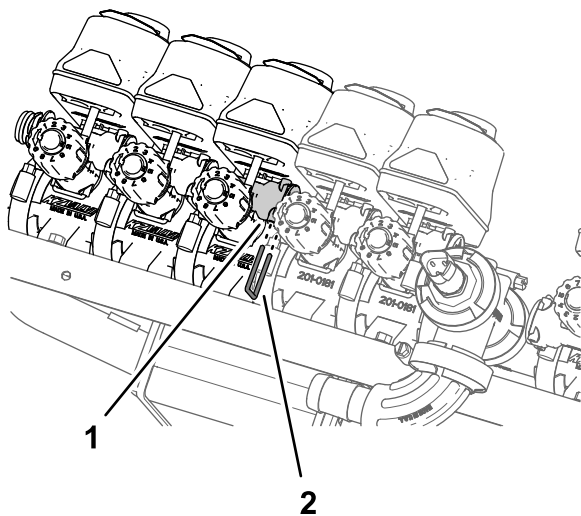

**Figure 103**
- Montez les 3 vannes de section (Figure 103) que vous avez déposées à l'opération 8 de Dépose des vannes de section du support de collecteur (page 32) sur la bride de la vanne 7 du bloc de vannes de pulvérisation avec le collier bride et le joint que vous avez retirés à l'opération 4 de 13 Dépose des vannes de section de rampe (page 29).